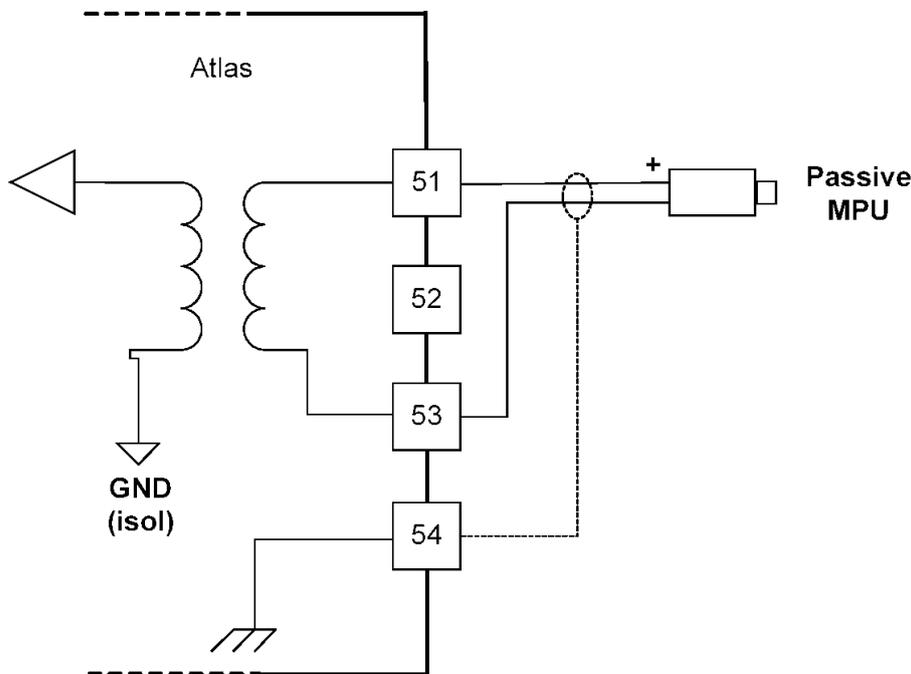
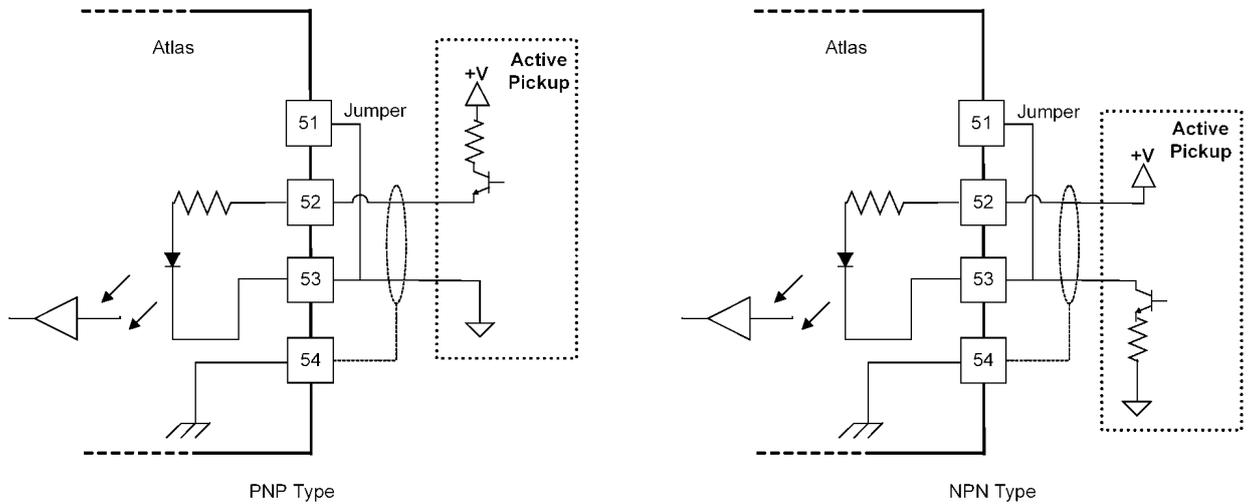

図 4-3. MPU と SmartCore ボードのインターフェース (配線方法の 1 例)
図 4.4. 近接スイッチと SmartCore ボードの接続(配線方法の1例)
- 速度センサの配線方法については、図 4-3 と図 4-4 を参照してください。